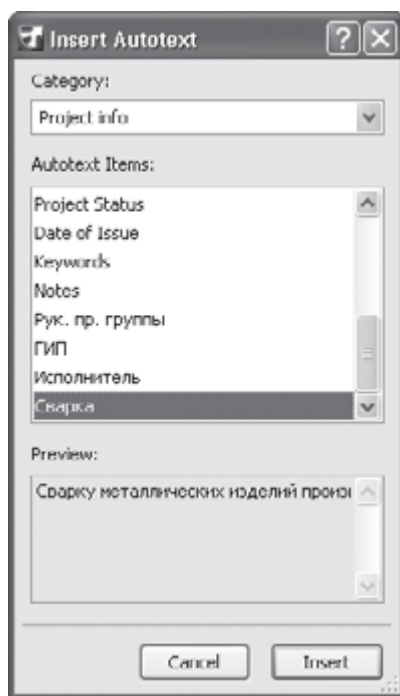

Рис. 9.9. Окно вставки автотекста
1. Нажмите кнопку  — вторую кнопку в левом верхнем углу панели форматирования. Появится окно **Insert Autotext (Вставить автотекст)** (рис. 9.9).